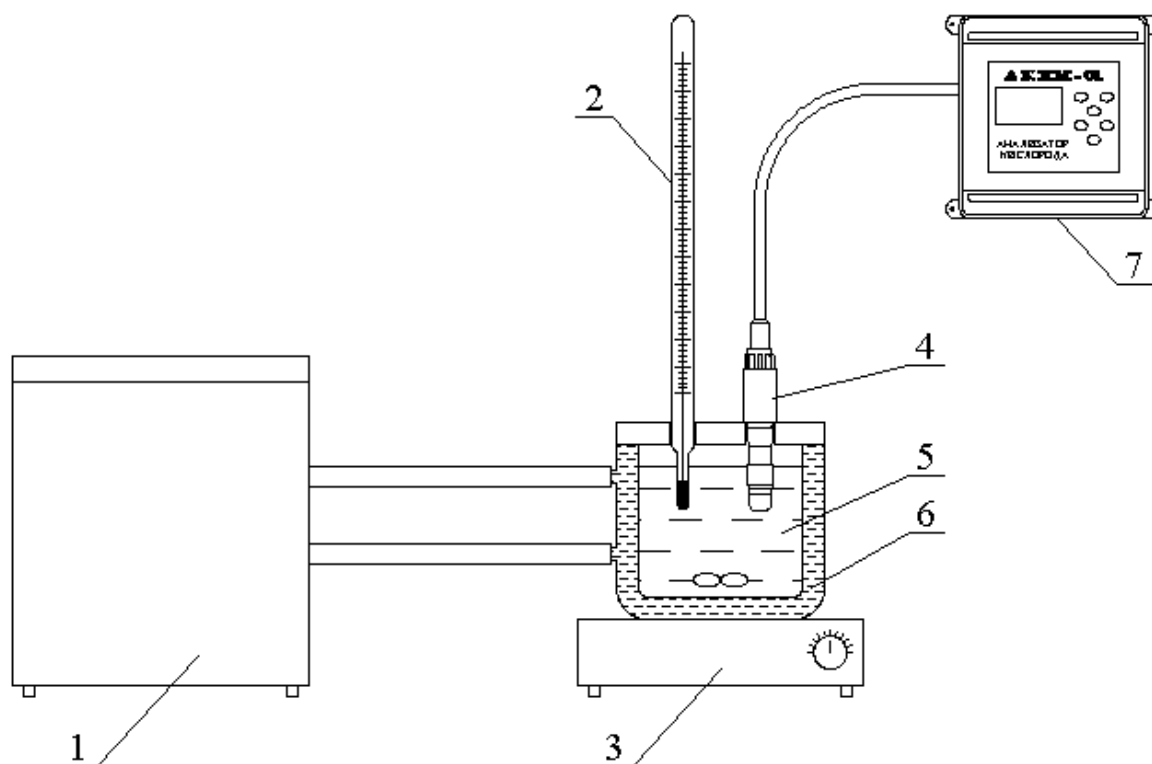

Рис.4.2. Схема установки для поверки прибора.
4.3.5.1. В соответствии со схемой показанной на рис. 4.2., собирают установку и проводят следующие операции: